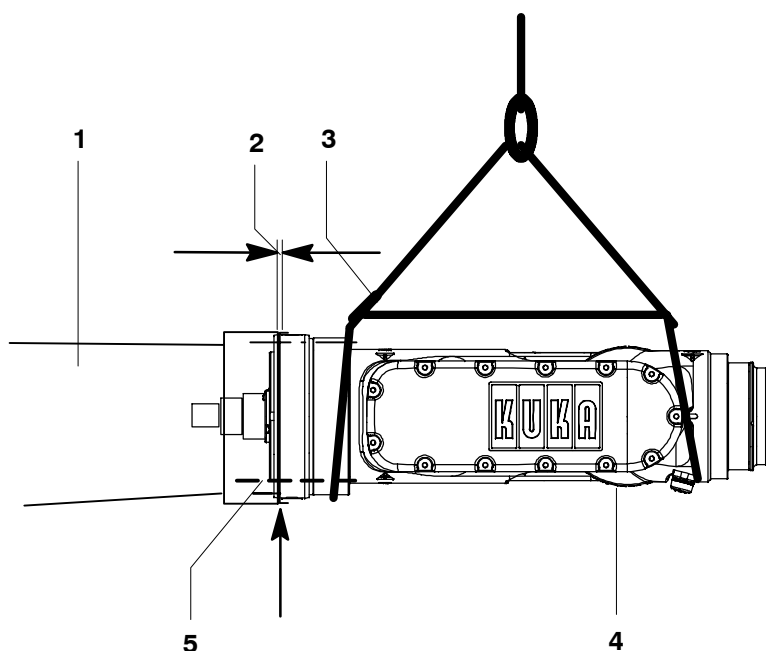

Fig. 105 Démontage et montage du poignet en ligne
- (3) Bloquer le poignet en ligne (Fig. 105/4) avec le dispositif de levage (3) ou, si ce n'est pas possible, avec une cale par le bas.
- (3) Serrer en croix 16 vis à six pans creux M6x100-12.9 (Fig. 105/5) en travaillant avec une clé dynamométrique jusqu'à l'obtention du couple de serrage M_A prescrit en procédant par étapes ($M_A = 15 \text{ Nm}$).
- (4) Procéder au réglage du point zéro des axes 4, 5 et 6 (voir manuel logiciel KR C4, chapitre "Mise en service", paragraphe "Calibration/Décalibration" du robot).